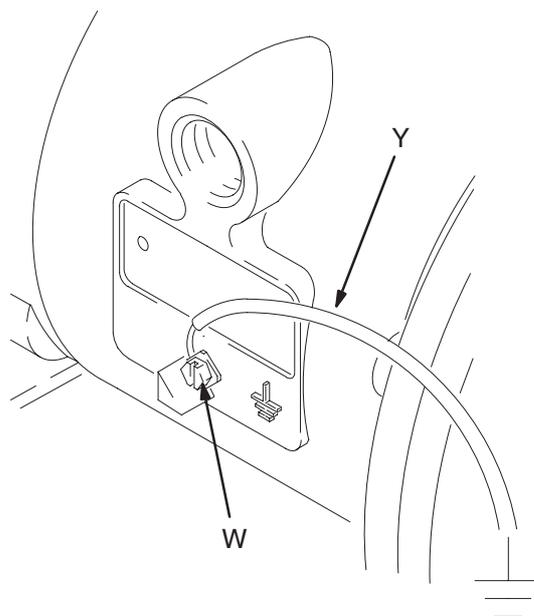

Fig. 1
- **Pompe:** Brancher un fil et une pince de terre et comme indiqué à la Fig. 1. Desserrer la vis de terre (W). Introduire l'extrémité d'un fil de terre (Y) d'au moins 1,5 mm² derrière la vis et bien serrer celle-ci. Raccorder la pince d'extrémité du fil de terre à une véritable terre. Commander la réf. no. 819.0157, câble et pince de mise à la terre.